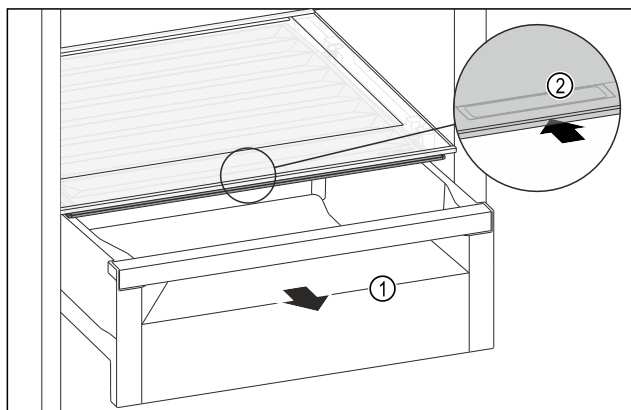

Fig. 117
- ▶ Vytiahnite zásuvku Fig. 117 (1).
- ▶ Uchopte priehlbínu na rukoväť Fig. 117 (2) na veku zásuvky a súčasne tlačte veko zásuvky dozadu.